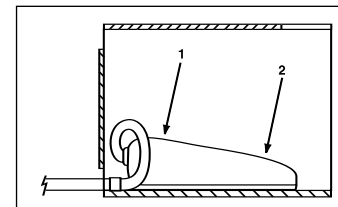

Abb.9
5.6 Alle Ventile mit Fusschalter (siehe Abb. 9)